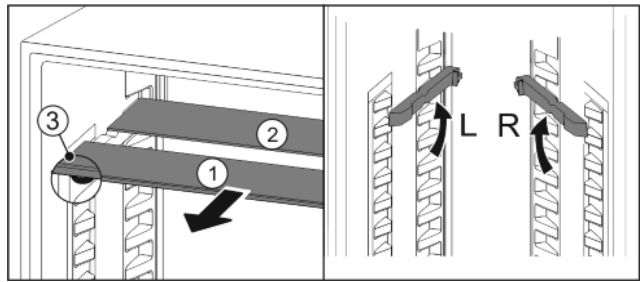

Fig. 22
- ▶ Посуньте Fig. 22 (1) скляну панель вперед.
- ▷ Скляна панель Fig. 22 (1) зі стопорами лежить спереду.
- ▷ Стопори показують вниз Fig. 22 (3).